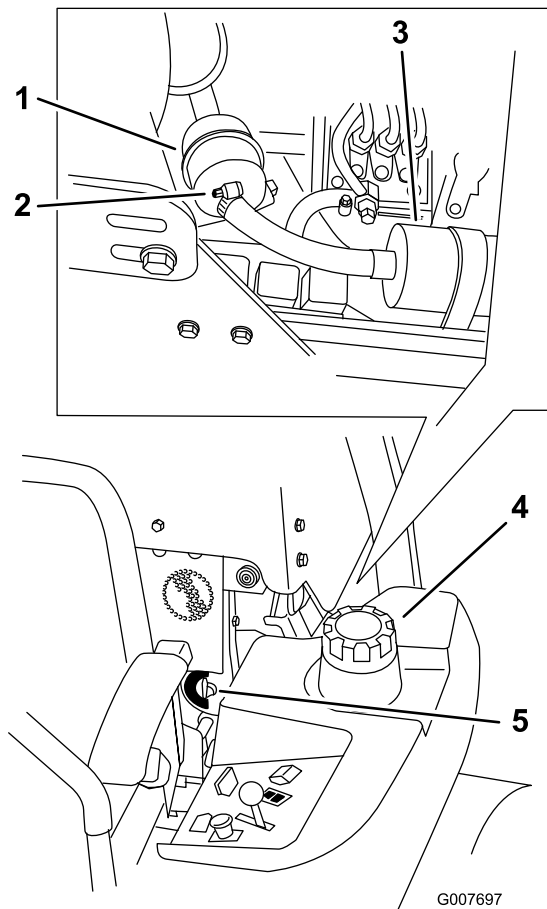

Figura 49
4. Cierre la válvula de cierre de combustible (Figura 49).
5. Afloje las dos abrazaderas y desconecte los tubos de combustible del filtro de combustible (Figura 49).
6. Instale un filtro nuevo. Conecte los tubos de combustible al filtro de combustible y instale las dos abrazaderas (Figura 49).